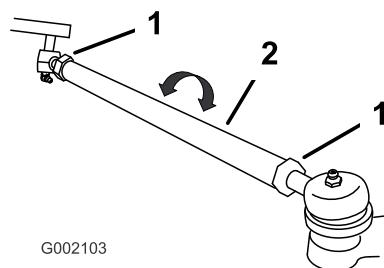

Figura 44
3. Se os resultados da medição não estiverem dentro dos valores estabelecidos (consulte previamente as dimensões e os parâmetros), desaperte as porcas em ambas as extremidades das barras (Figura 44).